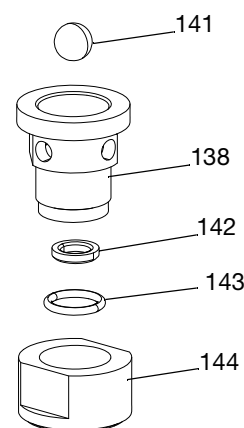

図 7
1. 上部チェックアセンブリ (AA) を組み立てます。チェックハウジング (138)、スプリングリテーナ (137)、チェックバルブリテーナ (144) に焼付防止潤滑剤を塗布します。
2. O リング (143) を取り付け、次にカーバイドシート (142) をチェックバルブリテーナ (144) に取り付けます。次に、チェックハウジング (138) をチェックバルブリテーナにねじ込み、50 ft-lbs (67.5 N•m) のトルクで締め付けます。
注：カーバイドシート (142) の外径の鋭角は、チェックハウジング (138) とボール (141) の方に向いていなければなりません。図 7 を参照してください。